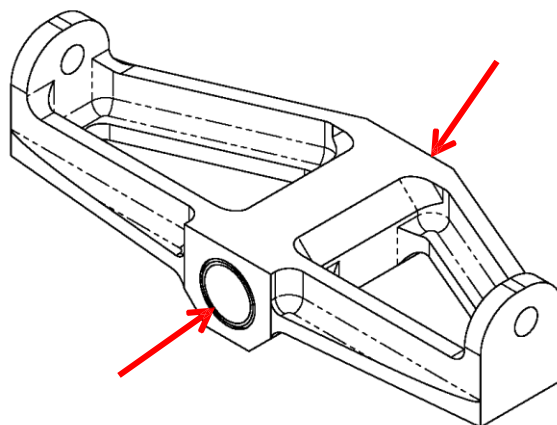

图 2 – 水平安定面舵架
3. 目视检查水平安定面舵架组件，确保顶开螺栓的套管完好无损，并与舵架表面齐平或凹陷(见图 2)。